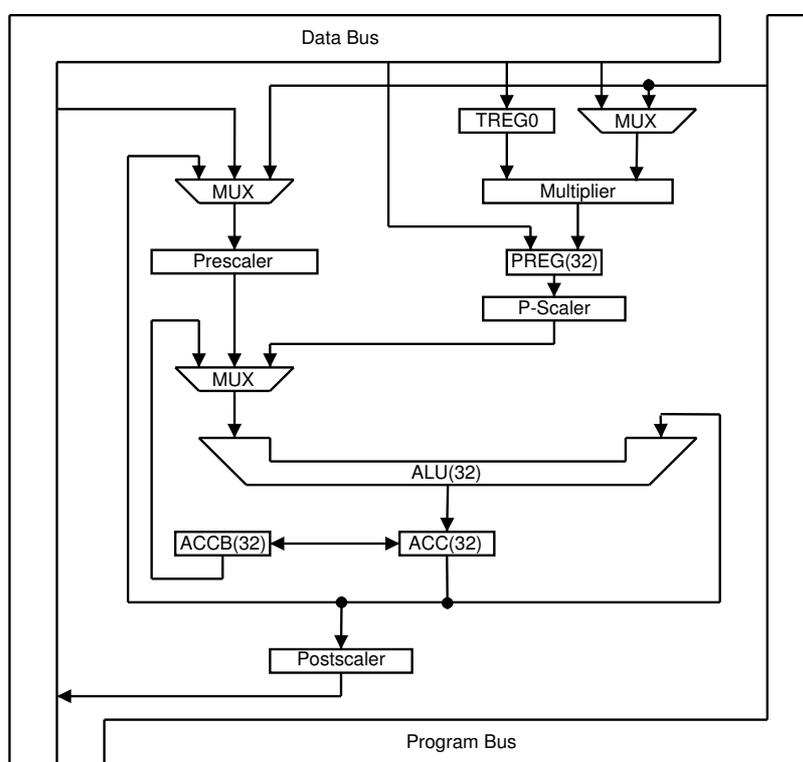

Abbildung 2: Central Arithmetic Logic Unit (CALU)
**Schiebe-Einheiten** Die Schiebe-Einheiten sind dafür zuständig, dass die Operanden, bevor sie von der ALU verarbeitet werden, nach links oder rechts (ohne die ALU zu benutzen) geschoben werden können. Wie aus der Abbildung 2 ersichtlich befinden sich eine der Schiebe-Einheiten vor der ALU. Diese sorgt dafür, dass der erste Operand, der aus dem Speicher kommt oder der Akkumulator selbst ist, um gewisse Bits nach links oder rechts geschoben werden. Ebenfalls kann das Produkt-Register, bevor es auf den Akkumulator aufaddiert wird, geschoben werden. Wenn der Akkumulator zurück in den Speicher geschrieben wird, besteht ebenfalls die Möglichkeit, das Ergebnis nach links oder rechts zu verschieben.